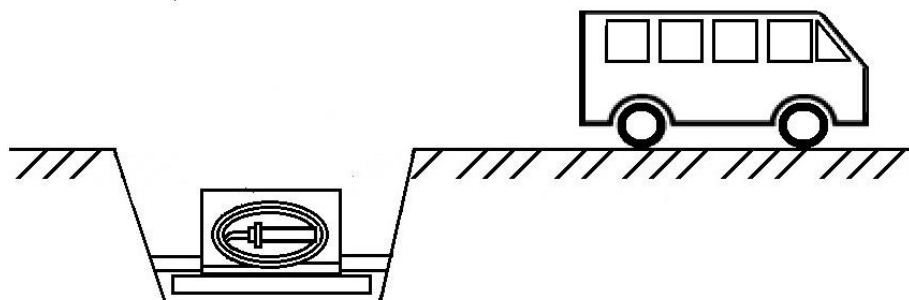

Рис. 20. Смонтированная оптическая муфта и запасы кабелей в камере.
10.4. Запасы кабелей, свёрнутые в бухты с допустимыми радиусами изгибов, устанавливают вертикально вплотную к боковым стенкам камеры. Бухты запасов привязывают к кронштейнам каркасов. Смонтированные тупиковые муфты укладывают на консоли или привязывают к бухтам запасов (рис. 20).